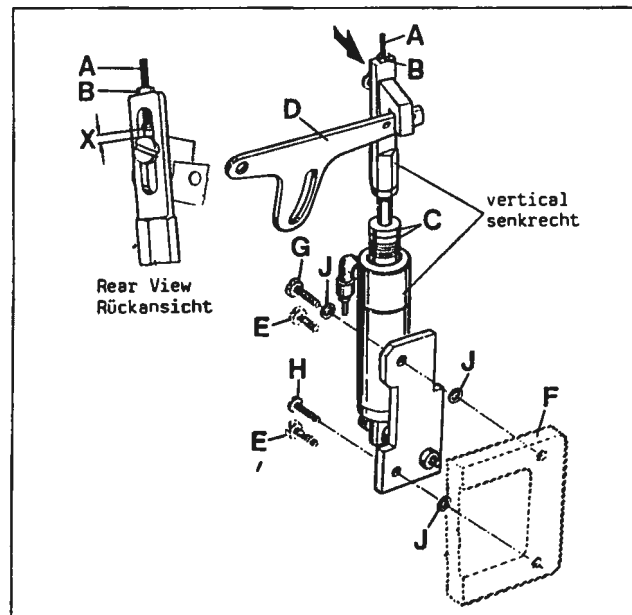

Fig.35
Assemble the pneumatic presser foot lifter, supplied with the sewing table, to the sewing machine (see Fig. 35). For this remove two hex. head screws (E) from the support bracket (F) for the thread trimmer drive. Mount the presser foot lifter with the two screws (G and H, Fig. 35) and three washers (J) so that the air cylinder with strap is vertical (standard setting). Complete the tube connections.
With adjusting screw (A, Fig. 35) the presser foot lifting can be changed. Loosen lock nut (B) and turn adjusting screw (A) down to increase the presser foot lifting or up to decrease it. Retighten lock nut (B). Removal of one or both stop rings (C) is required when presser foot lifting exceeds 2 mm (5/64 in.).
The end play (X, Fig. 35) of presser foot lifter lever (D) should be at least 1 mm (3/64 in.) before the presser foot starts lifting.
Bauen Sie den mit dem Nähstisch gelieferten pneumatischen Druckerfußlifter an die Nähmaschine (siehe Fig. 35). Dazu müssen zwei Sechskantschrauben (E) aus dem Lagerbock (F) für den Fadenabschneider-Antrieb entfernt werden.
Montieren Sie den Druckerfußlifter mit den zwei Schrauben (G und H, Fig. 35) und den drei Scheiben (J) so, daß der Luftzylinder mit Lasche senkrecht steht (Standard-einstellung). Stellen Sie die Schlauchverbindungen her.
Mit der Einstellschraube (A, Fig. 35) kann das Anheben des Druckerfußes verändert werden. Lösen Sie die Feststelmutter (B) und drehen Sie die Einstellschraube (A) nach unten um das Anheben des Druckerfußes zu vergrößern oder nach oben, um es zu verkleinern. Ziehen Sie die Feststelmutter (B) wieder an. Der Ausbau eines oder beider Anschlagringe (C) ist erforderlich, wenn der Druckerfuß mehr als 2 mm angehoben wird. Das Spiel (X, Fig. 35) des Druckerfußlifterhebels (D) muß mindestens 1 mm betragen bevor der Druckerfuß anzuheben beginnt.